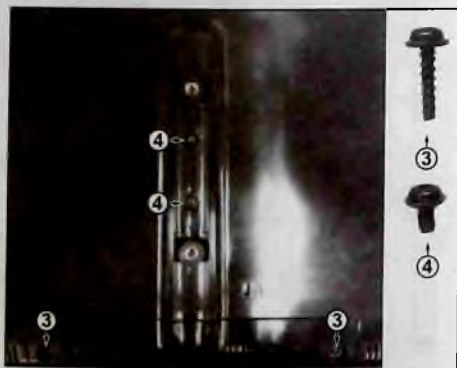

Рис. 7. Крепление подставки
2. Выкручивают четыре винта 3 и 4 (рис. 7) крепления подставки и снимают ее с телевизора.